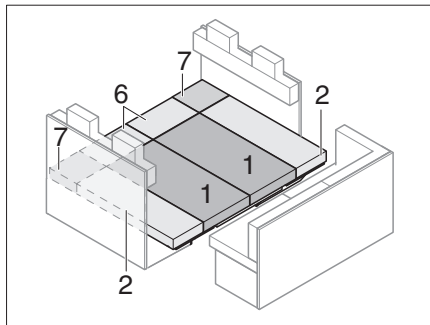
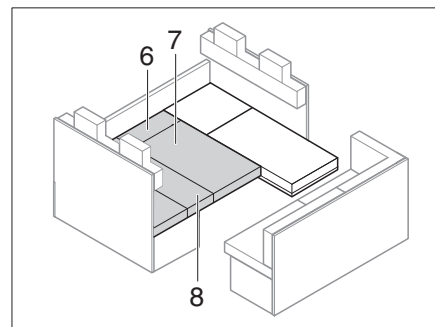

Bild 203 Efter ombyggnaden
Bild 207 Efter ombyggnaden
- Lägg på sits-, ryggstöds- och extradynorna som visas på Bild 203.
- Lägg sits-, ryggstöds- och extradynorna på det sätt som visas på Bild 203 till Bild 207.